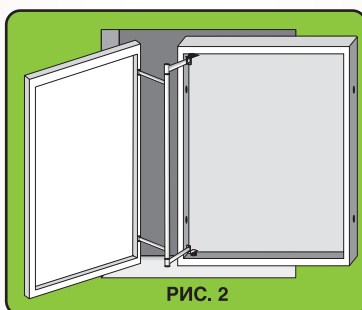

РИС. 2
3. Установить люк в проём. Закрепить через отверстия в боковой поверхности рамы люка саморезами (см. рис. 2).
2) После подготовки швов следует оклеить края плитки малярным скотчем, как на дверце люка, так и на стене общего интерьера граничащего со швом, чтобы при обработке герметиком не испачкать плитку (рис. 2).